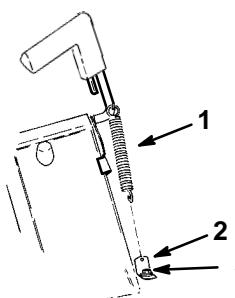
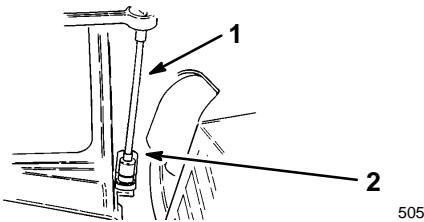

Figure 34
Figure 35
5. Fixer l'ancrage du ressort et le coin avant gauche du conduit d'éjection au carter de tondeuse à l'aide du quatrième boulon (Fig. 34). Utiliser une allonge de clé à douille si nécessaire (Fig. 35).
6. Accrocher l'extrémité du ressort dans le petit trou de l'ancrage (Fig. 34).